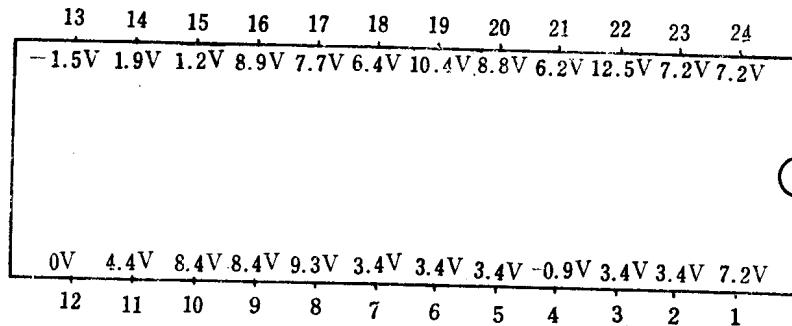

图1—6 解码集成块TA7193P各管脚直流电压值
3. 电压测量判断法。就是对有怀疑电路的各点电压进行普遍测量，根据测量值跟已知值或经验值相比较，通过逻辑推理，最后判断出故障所在。这种方法又分成两种情况：一种是已被查电路各点电压的正常值，例如图1—6是福日牌HFC-236型解码集成块TA7193P的各管脚正常直流电压值。当我们怀疑解码器有问题时，就可以用万用表测量集成块各脚的电压值，根据被测值与正常值作比较，然后再进行逻辑推理，是集成块有毛病？还是附属电路有故障？具体分析请参看故障例一。另一种情况是不知道被查电路各点电压正常值，这时应根据被测电路工作原理分析其各点电压之间的基本关系，然后推断出被测电路各点电压正常值应该是多少，这样即可判断被测电路有否故障。或者可以通过正常电视机与有故障电视机对应点电压值进行比较，也可得出正确结论。